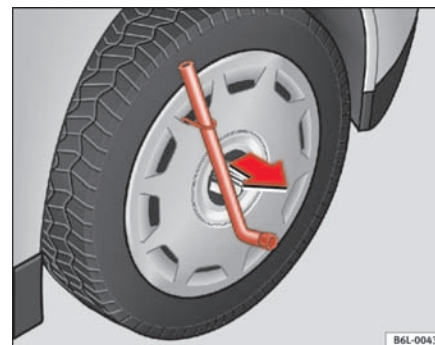

Fig. 132 Retirar embellecedor integral de rueda
- Retire el embellecedor integral de la rueda con el gancho de alambre. ⇒ fig. 132